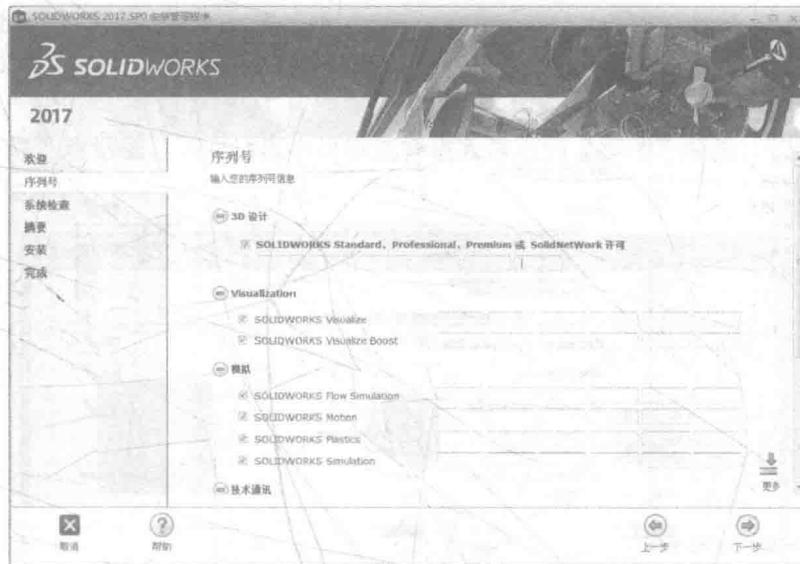

图 1-2 “序列号”界面
② “欢迎”界面有 3 个选项：单机安装（此计算机上）、管理映像和服务器产品。在本次安装中保持默认选择，即单机安装（此计算机上），并单击“下一步”按钮，进入如图 1-2 所示的“序列号”界面。